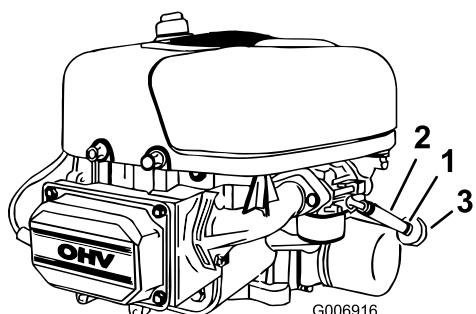

Figura 26
5. Abra el capó y localice el filtro de combustible (Figura 26).
6. Apriete los extremos de la abrazadera y deslícela por el tubo de combustible hacia el depósito de combustible (Figura 26).
7. Tire del tubo de combustible para separarlo del filtro (Figura 26) y deje que la gasolina se drene en un recipiente de combustible o un recipiente apropiado.
El mejor momento para cambiar el filtro de combustible (Figura 26) es cuando el depósito de combustible está vacío. No instale nunca un filtro sucio después de desmontarlo del tubo de combustible.
4. Apriete los extremos de las abrazaderas y deslícelas por el tubo alejándolas del filtro de combustible (Figura 26).